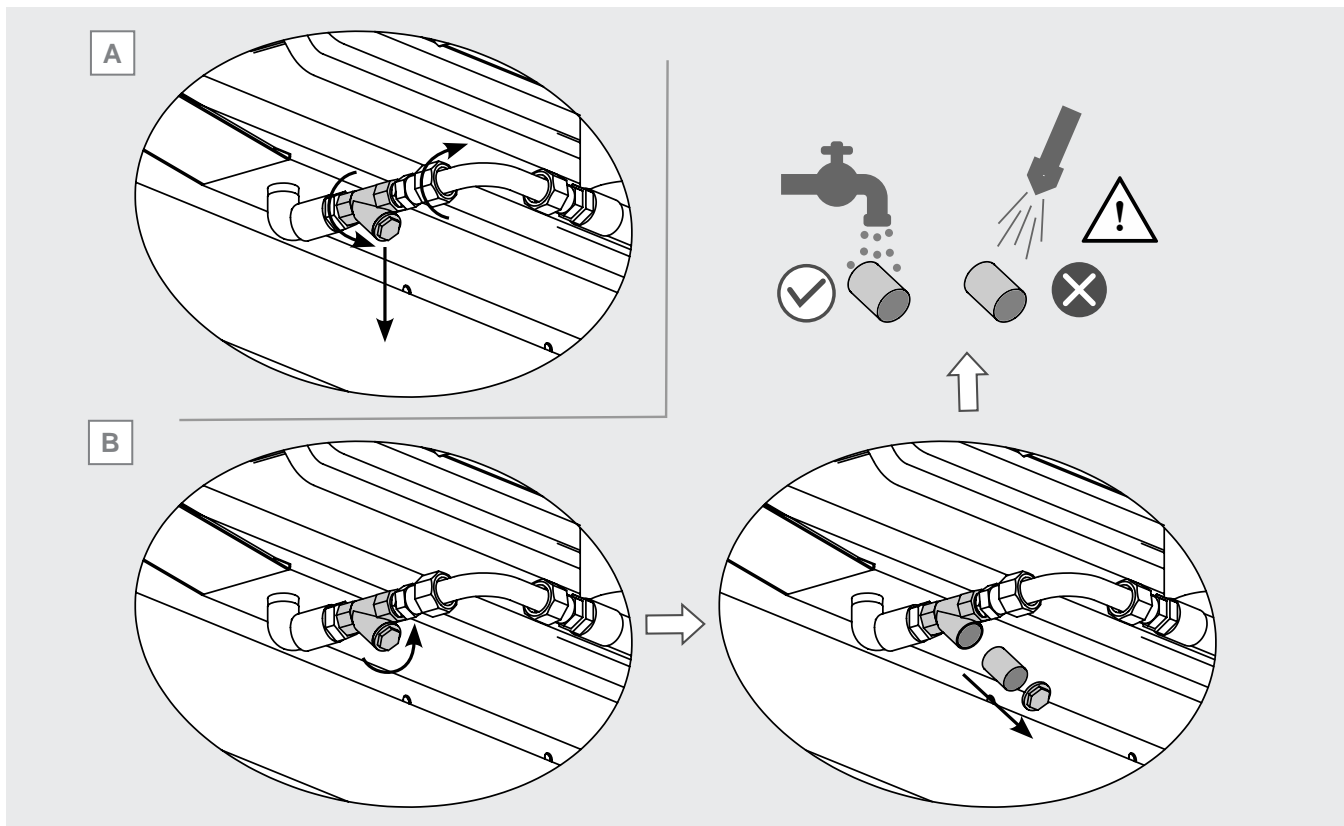

Abbildung 33
- 12.18.7 Um den Filter zu reinigen, schrauben Sie die Verschlusskappe unten am Gehäuse ab, entfernen Sie sie und nehmen Sie den Innenkorb heraus. Achten Sie darauf, den Korb nicht zu beschädigen. Siehe Abbildung 33 B.